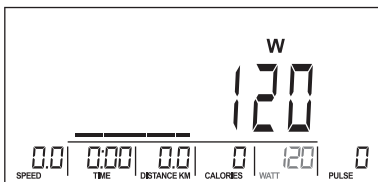

Abb. 22
2. Erstellen Sie mit dem Datenrad ein Benutzerprofil (Abb. 22). Stellen Sie die Widerstandsstufe in jeder der 8 Spalten des Anwenderprogramms ein. Drücken Sie MODE, um die Auswahl zu bestätigen. Halten Sie MODE-Taste für 2 Sekunden lang gedrückt, um den Modus zu verlassen, während Sie die Einstellungen programmieren.